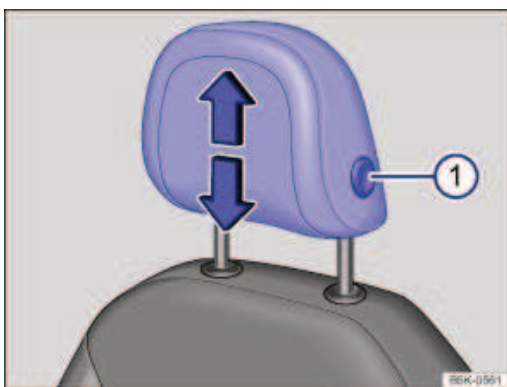
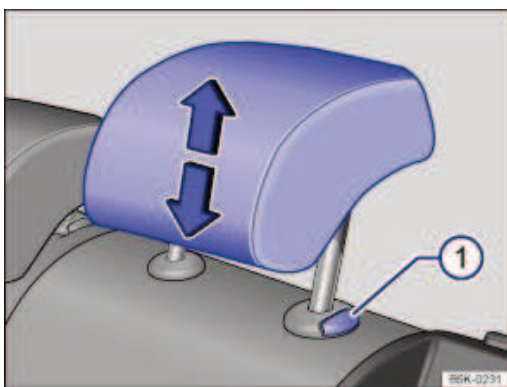

Fig. 80 Appuie-tête avant : réglage
Fig. 81 Appuie-tête arrière : réglage
- Remontez ou abaissez l'appuie-tête dans le sens de la flèche en appuyant éventuellement sur la touche => Fig. 80  ou => Fig. 81 .